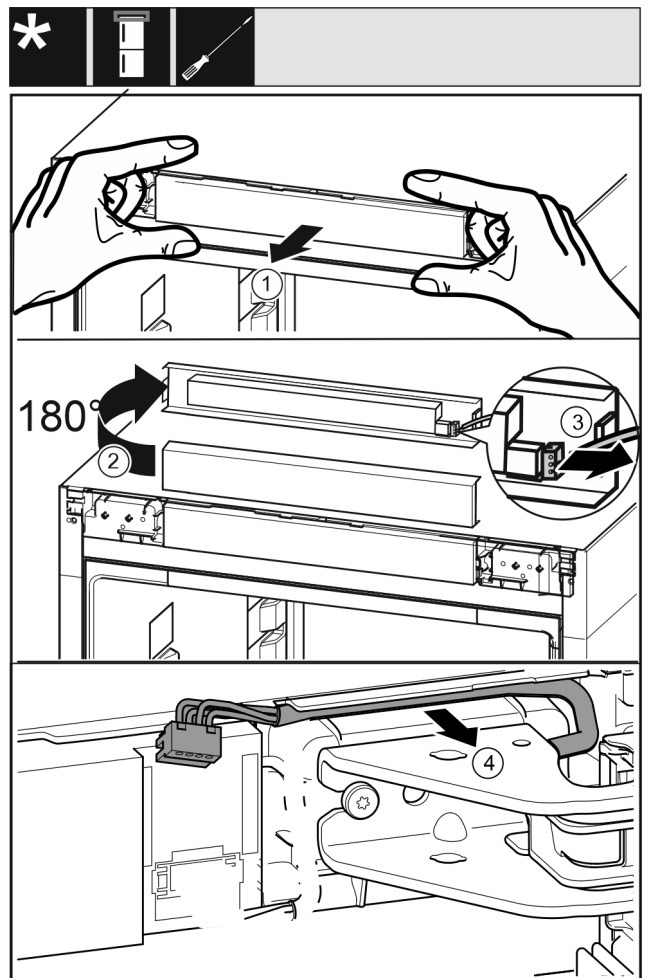

Fig. 19
- ▶ Atbrīvojiet ierīces vadības aizsegu uzmanīgi uz priekšu. Fig. 19 (1)
- ▶ Pagrieziet vadības aizsegu uz augšu par 180°. Fig. 19 (2)
- ▶ Spiediet fiksācijas izcilni uz aizmuguri un uzmanīgi izvelciet spraudni. Fig. 19 (3)
- ▶ Atbrīvojiet uzmanīgi kabeli virs gultņa balsta no vadotnes. Fig. 19 (4)